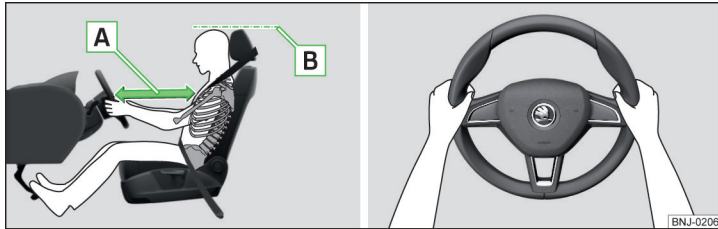

Abb. 2 Richtige Sitzposition des Fahrers / Richtige Lenkradhaltung
- ✓ Das Lenkrad so einstellen, dass der Abstand zwischen Lenkrad und Brustbein mindestens 25 cm beträgt » Abb. 2 - **[A]**.
- ✓ Die Kopfstütze so einstellen, dass die Oberkante der Kopfstütze sich möglichst auf einer Höhe mit dem oberen Teil Ihres Kopfes befindet (gilt nicht für Sitze mit integrierter Kopfstütze) » Abb. 2 - **[B]**.
- Während der Fahrt das Lenkrad mit beiden Händen seitlich am äußeren Rand in der „9-Uhr“- und „3-Uhr“-Position festhalten » Abb. 2. Niemals das Lenkrad in der „12-Uhr“-Position oder in einer anderen Art und Weise festhalten (z. B. in der Lenkradmitte, am inneren Lenkradrand u. Ä.). Anderenfalls könnte man sich bei der Airbagauslösung schwere Verletzungen an Armen, Händen und Kopf zuziehen.
- ✓ Die Kopfstütze so einstellen, dass die Oberkante der Kopfstütze sich möglichst auf einer Höhe mit dem oberen Teil Ihres Kopfes befindet » Abb. 2 auf Seite 12 - **B** (gilt nicht für Sitze mit integrierter Kopfstütze).
- ✓ Die Kopfstützen so einstellen, dass die Oberkante der Kopfstützen sich möglichst auf einer Höhe mit dem oberen Teil des Kopfes befindet » Abb. 2 auf Seite 12 - **B**.